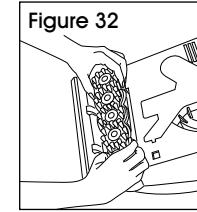

Figure 32
2. Appuyez fermement sur la brosse fermement pour l'enclencher. (Voir Figure 32)